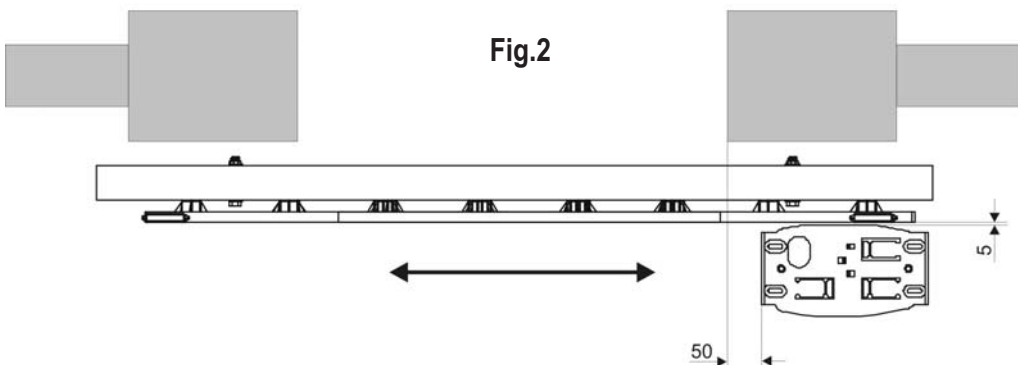

Fig.3
- Positionieren Sie die Ankerungsplatte auf das Betonfundament, beachten Sie die in Fig. 2 und Fig. 3 berichteten Zahlen.
- Gießen Sie den Beton in den Graben und positionieren Sie die Ankerungsplatte mit Beachtung der in Fig. 2 und Fig. 3 berichteten Zahlen.